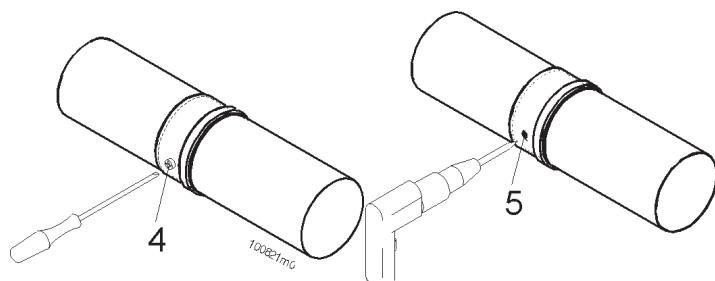

Figura 5-20 - Fissaggio dei condotti di scarico ed aspirazione
**ATTENZIONE!!! Assicurare meccanicamente gli incastri fra i vari elementi componenti il condotto di scarico e di aspirazione mediante l'utilizzo di sistemi di fissaggio o sistemi equivalenti (Figura 5-20).**